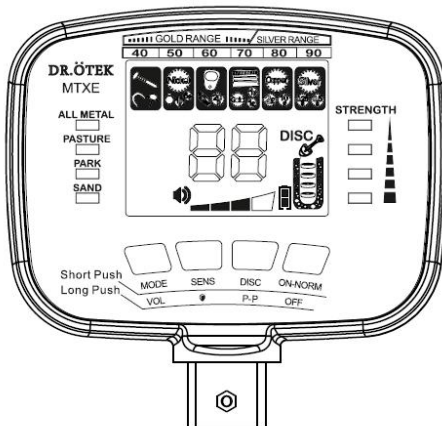

Abb. 14
a) Der Modus DISC wird mit einer anderen Taste eingestellt. Kurzes Drücken der Taste "DISC/P-P", die Anzeige DISC leuchtet auf und der Modus DISC ist an (siehe Abb. 14).